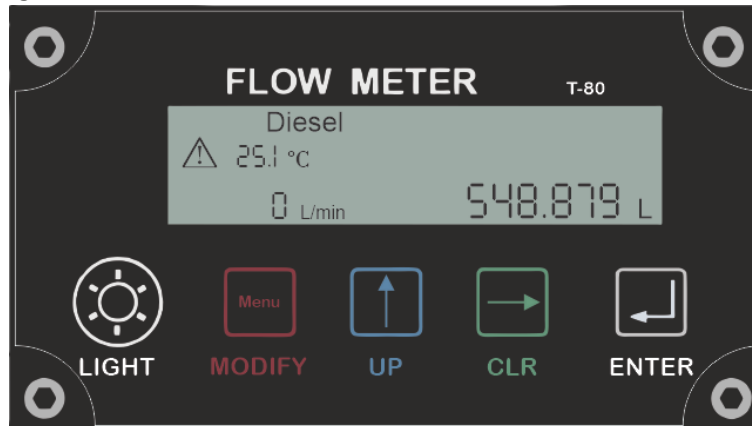

Figura 2.11 – Pantalla principal
Finalmente, si presionamos una vez más el botón **CLR**, volveremos a la pantalla principal, como se indica en la Figura 2.11.
- El botón **ENTER** nos retorna a la pantalla principal, observada en la Figura 2.11.